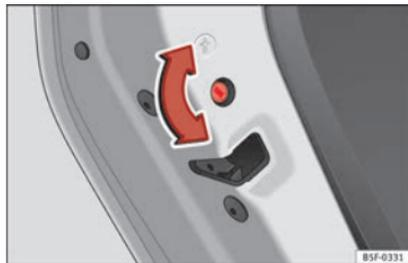

Abb. 139 Kindersicherung in der linken Tür
- Drehen Sie bei geöffneter Tür den Schlitz mit dem Fahrzeugschlüssel an den linken Türen im Uhrzeigersinn » **Abb. 139** und bei den rechten Türen gegen den Uhrzeigersinn.
- Drehen Sie bei geöffneter Tür den Schlitz mit dem Fahrzeugschlüssel bei den linken Türen gegen den Uhrzeigersinn » **Abb. 139** und bei den rechten Türen im Uhrzeigersinn.